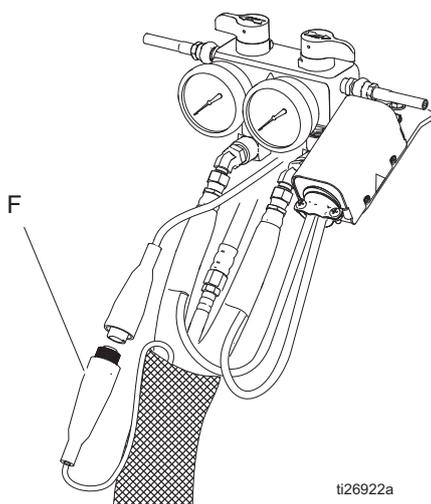

FIG. 11. Flexible chauffé
3. Débrancher le câble FTS (F) du Reactor, FIG. 11.